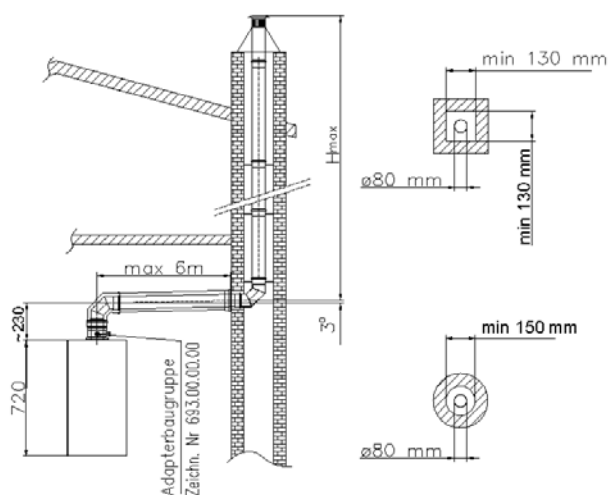

Abb. 9
- Bei einer Abgasführung im Schacht muss ein quadratischer Schacht eine Kantenlänge von min. 130 mm und ein kreisrunder Schacht einen Durchmesser von min. 150 mm aufweisen. (siehe Abb. 9 und 10)